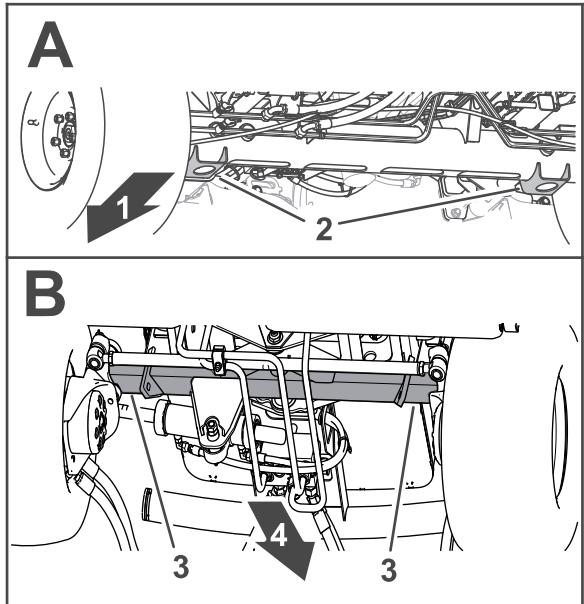

Figura 40
- Delante – los puntos de apoyo del gato del tubo del eje delantero (Figura 40).